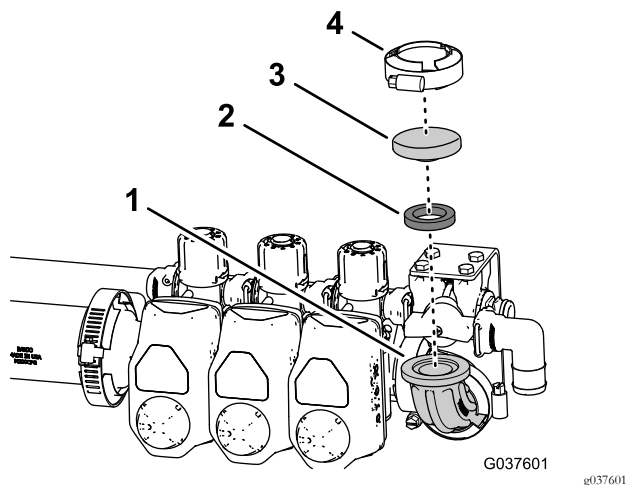

Figura 46
1. Alinhe a junta—25 x 35 mm e cobertura—52 mm com a flange do cotovelo de 90° (Figura 46).
2. Prenda a junta e cobertura no cotovelo com a braçadeira flangeada—40 a 64 mm como se mostra na Figura 46.